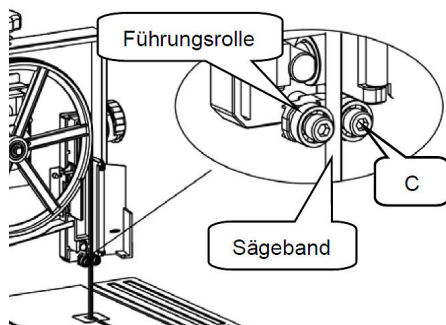

Abb. 26: Einstellung der Bandführung
Schritt 4: Lösen Sie die Innensechskantschraube (C, Abb.26) und stellen Sie das Führungsroller auf eine Position ein, die 0,5 mm vom Messer entfernt ist. Ziehen Sie die Inbusschraube (C, Abb.26) wieder an.